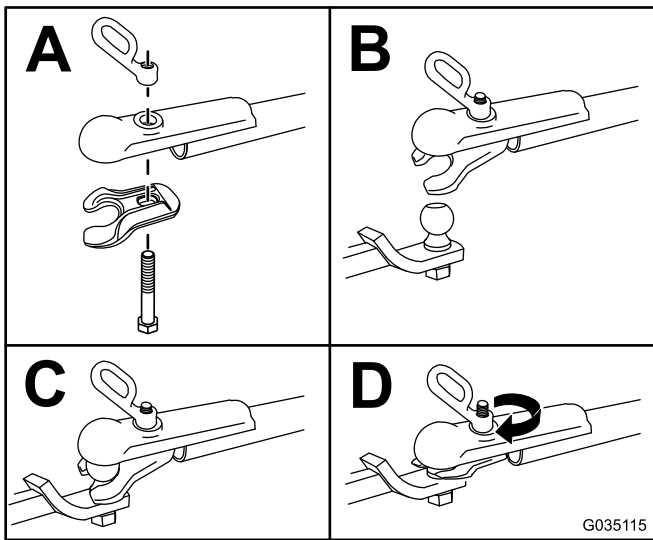

Figure 15
3. Attendez la machine comme montré à la Figure 15.